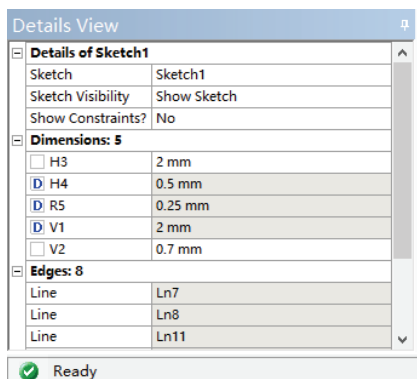

图 25-25 设置设计参数
5) 在设计树中找到 Sketch 1，并选择。然后设置其细节窗口中 Dimensions:5 下的 H4、R5 和 V1 为设计参数，操作为单击参数前的方框，出现 D 标志即可，如图 25-25 所示。